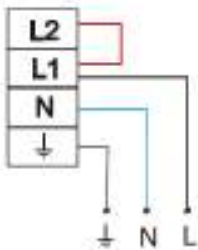

Рис.1
- 3.3 Присоедините сетевые провода и провод заземления (сечение провода - от 1,0 мм² до 2,5 мм²) к клеммной колодке: L1 - постоянная фаза, N - нейтраль, заземление - к соответствующей клемме колодки (см. рис. 1)